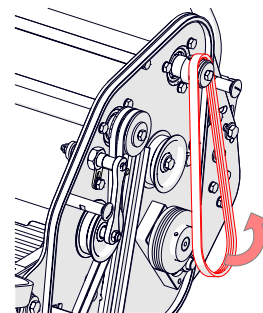

Fig.16I - Retirez et remplacez la courroie.
- ii. Maintenez la poulie de tendeur à l'écart. Retirez la courroie et remplacez-la (si nécessaire) (Fig.16I).